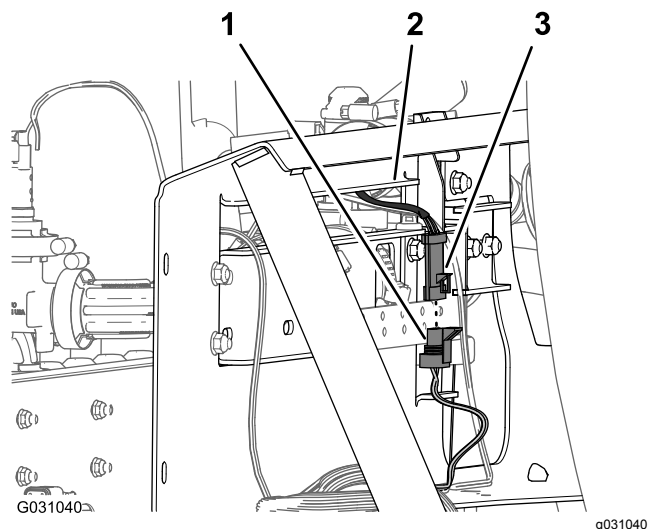

Figure 110
6. Branchez le connecteur à 3 broches du faisceau de la vanne d'agitation au connecteur à 3 douilles de la branche de 203 cm du faisceau identifié par **Agitation Valve** (Figure 110).